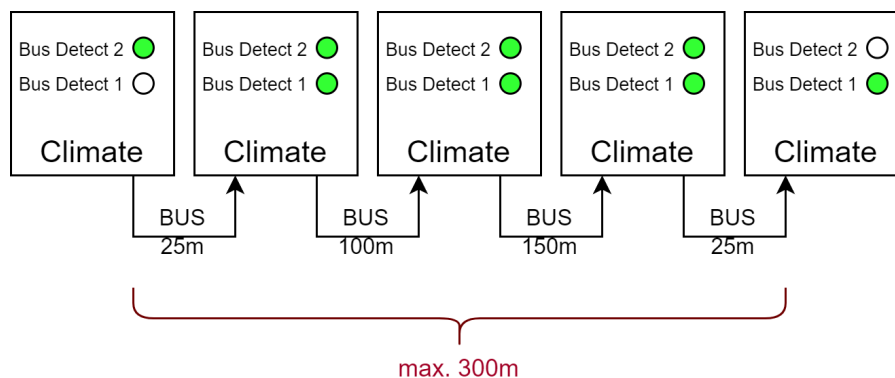

Abbildung 11: Beispiel Verkabelung mit maximaler Länge
- Dies wird auch in Abbildung 11 gezeigt.